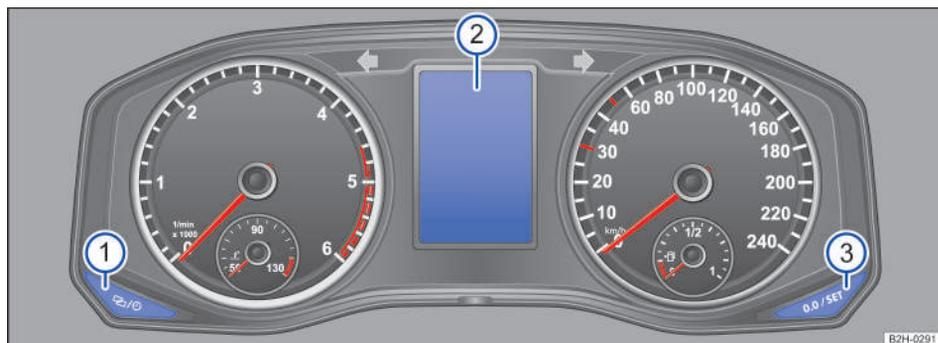

Fig. 185 Teclas del cuadro de instrumentos, en el tablero de instrumentos.
En los vehículos sin visualización en la pantalla del cuadro de instrumentos → fig. 185, hay que calibrar el sistema cuando se realicen modificaciones en los neumáticos, p. ej., si se sustituyen los sensores de la presión o el juego de neumáticos.
1. Pulse la tecla → fig. 185 ① del cuadro de instrumentos tantas veces como sean necesarias hasta que en la pantalla → fig. 185 ② aparezca RDK presión neum. calibración.
2. Mantenga presionada la tecla → fig. 185 ③ durante más de 3 segundos hasta que suene una señal acústica.